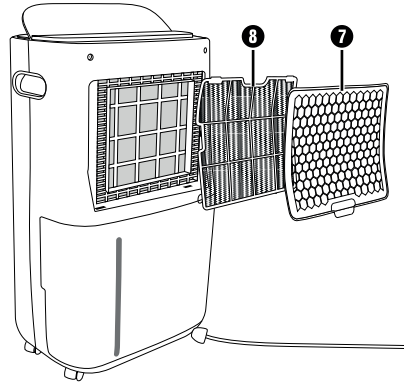

Abb. 6
- ◆ Der Einbau erfolgt in umgekehrter Reihenfolge (siehe Abbildung 6). Schieben Sie den Luftfilter **8** erst unter die beiden oberen Halteklappen des Lufteinlassgitters **7** und dann unter die unteren Halteklappen.